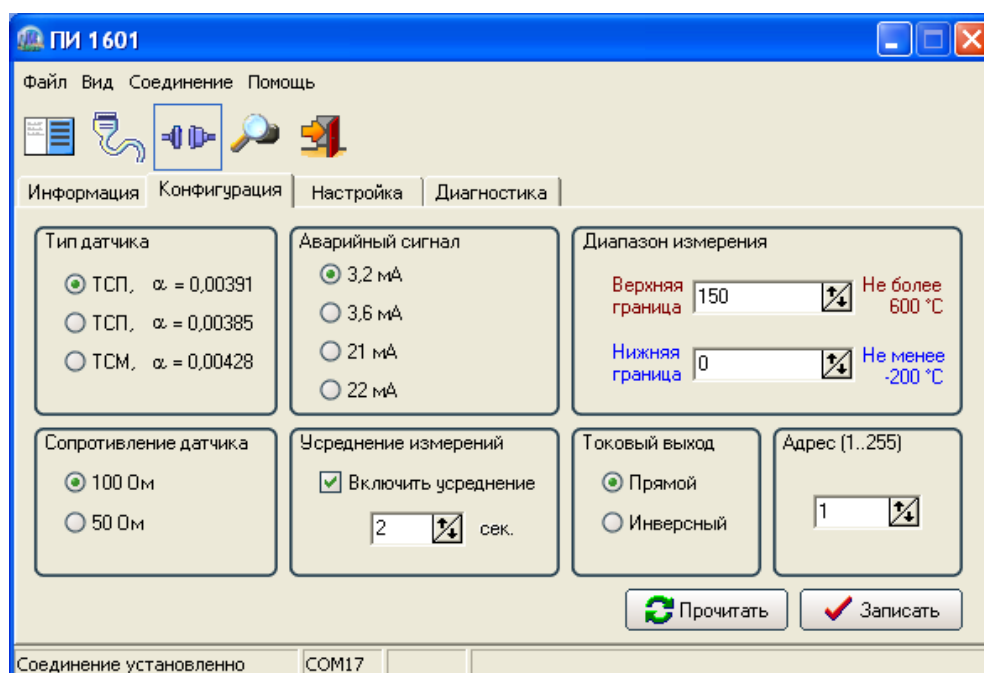

Рисунок 4 - Вкладка «Конфигурация»
1.7.4 Для настройки преобразователя откройте вкладку «Конфигурация» (см. рисунок 4) и задайте настройки, указанные в таблице 3.